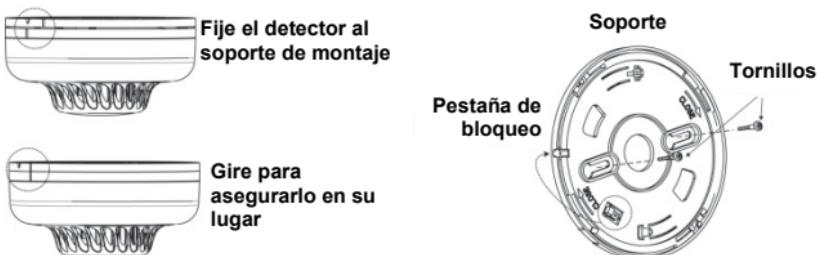

Figura 7: Instalación del detector de humo y calor
Para instalar el detector (ver Figura 7 y 8)
2. Quite el pasador de fijación que sujetta el soporte de montaje a la unidad (ver Figura 7).
6. Fije el soporte con tornillos (incluidos), como se muestra en la Figura 7.
Inserte el pasador de fijación para asegurar el soporte al detector (ver Figura 7).